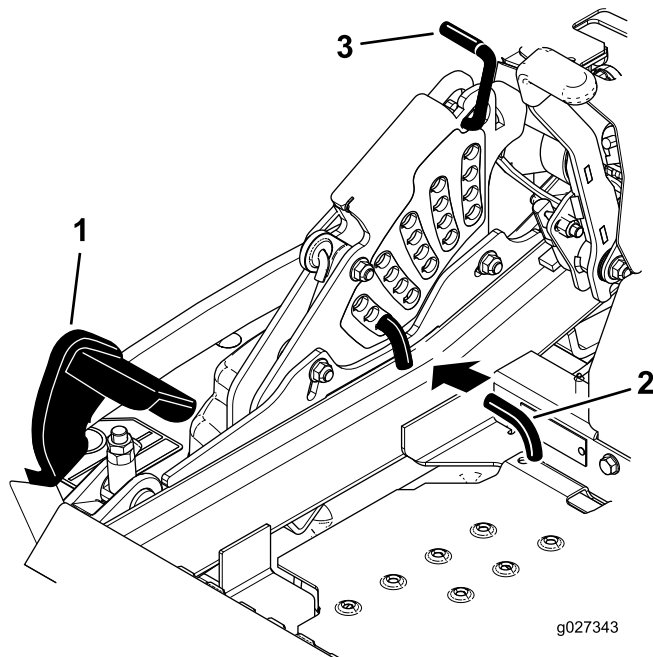

Bild 27
2. Treten Sie mit dem Fuß auf das Mähwerkhubpedal und heben Sie das Mähwerk in die Transportstellung an (auch die Schnitthöhe von 140 mm), siehe Bild 27.
3. Drehen Sie zum Einstellen den Stift um 90 Grad und nehmen ihn aus der Schnitthöhen-Halterung heraus (Bild 27).
4. Wählen Sie ein Loch in der Schnitthöhenhalterung, das der gewünschten Schnitthöhe entspricht, und stecken Sie den Lastösenbolzen wieder ein (Bild 27).